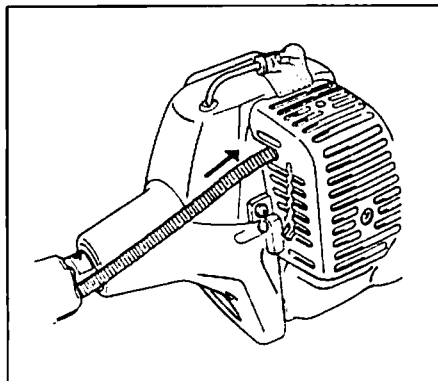

Fig. 1-7
- (En) Cover throttle cable and stop cords together with protective tube provided up to aircleaner cover. (Fig. 1-7)
- (Fr) Couvrir ensemble le câble de commande des gaz et les cordons d'arrêt avec le tube de protection fourni jusqu'à la hauteur du couvercle du filtre à air. (Fig. 1-7)
- (Sp) Cubrir el cable del acelerador y retener las cuerdas junto con el tubo protector provisto hasta la tapa del purificador de aire. (Fig. 1-7)